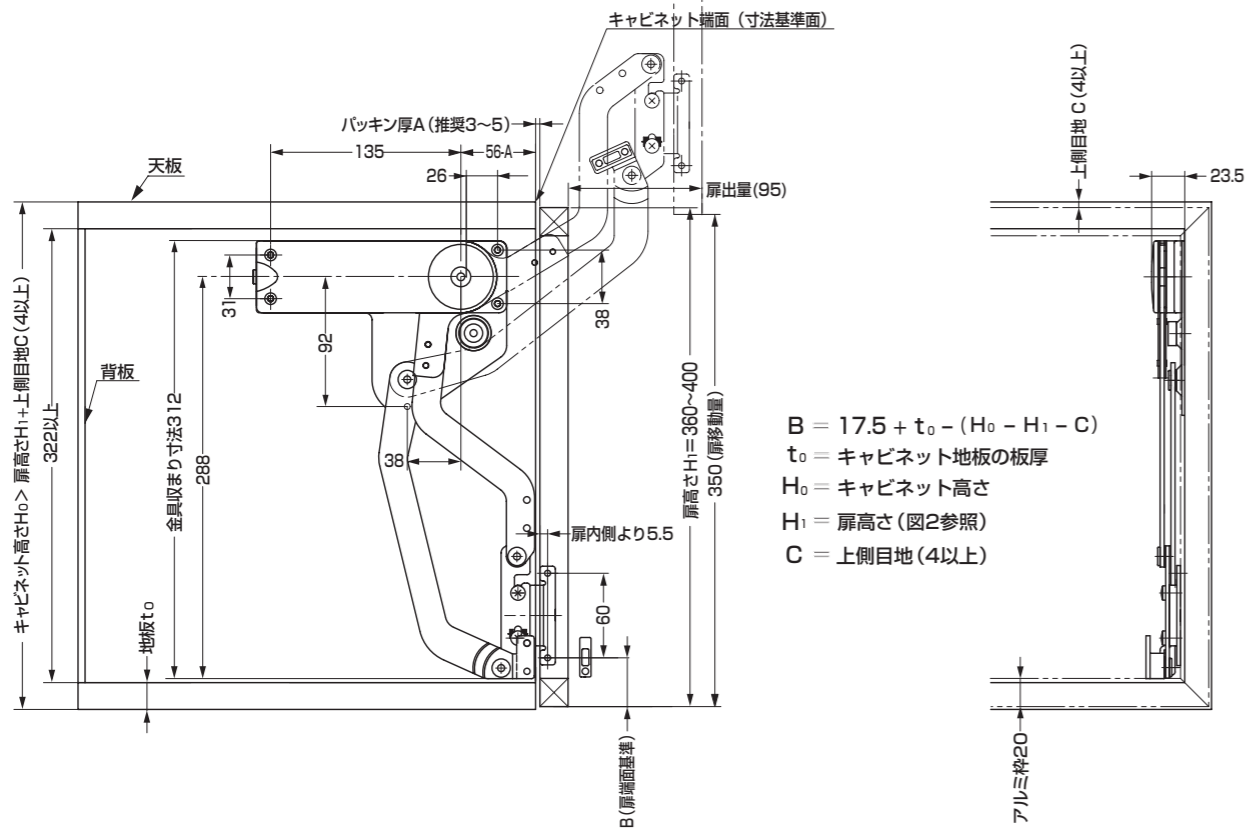

図4. 20mm幅アルミ枠取付寸法図
手順4 SLUH-AZ⑨を扉裏面の規定位置(図4.参照)に取り付けます。取付ねじは付属しておりませんので別途ご用意ください。(推奨M3.5~4)